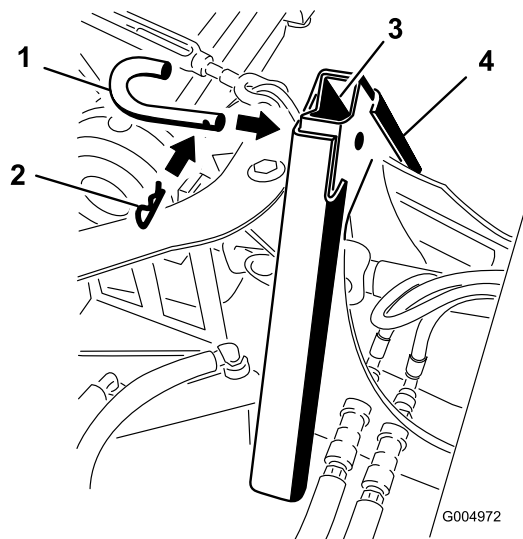

図 99
3. 搭載アダプタ同士が相互に連結したら、アタッチメントピンとヘアピンで固定する **図 99**。